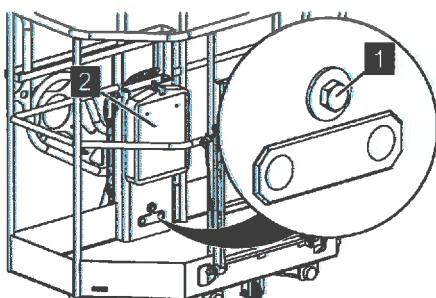

Abb. 70: Befestigungsschraube Arbeitskorb
2. Den mitgelieferten Einmaulschlüssel aus der Dokumentenbox (Abb. 70/2) entnehmen.
3. Die Befestigungsschraube (Abb. 70/1) mit dem Einmaulschlüssel lösen.
Die Befestigungsschraube (Abb. 70/1) verbleibt in der Bohrung des Arbeitskorbes.